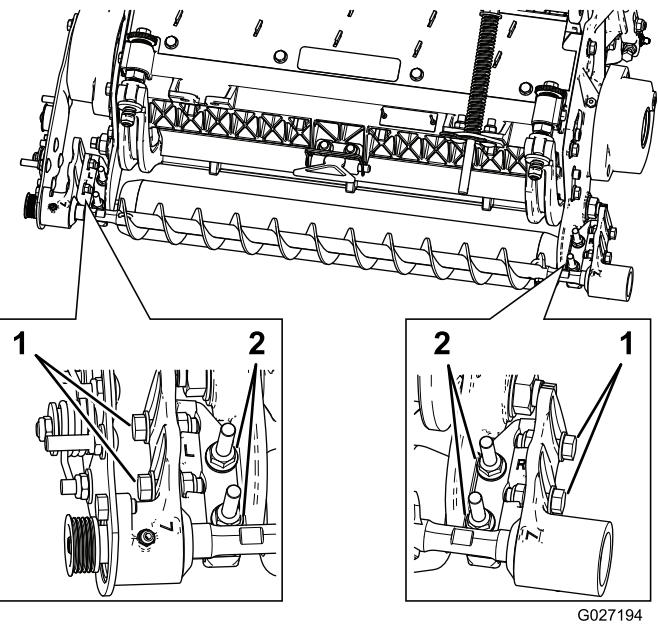

Figura 13
- A. Allentate i 2 dadi di bloccaggio flangiati che fissano la staffa di montaggio della spazzola per rullo alla piastra laterale dell'apparato di taglio (Figura 13).
- B. Girate l'alloggiamento del cuscinetto della spazzola per rullo fin quando la piastra della spazzola non risulta parallela alla piastra laterale dell'apparato di taglio (Figura 13).
- C. Serrate i 2 dadi di bloccaggio flangiati che fissano la staffa di montaggio della spazzola per rullo alla piastra laterale dell'apparato di taglio (Figura 13).
1. Allentate i 2 bulloni che fissano ciascun alloggiamento del cuscinetto della spazzola per rullo alla staffa di montaggio della spazzola per rullo (Figura 13).